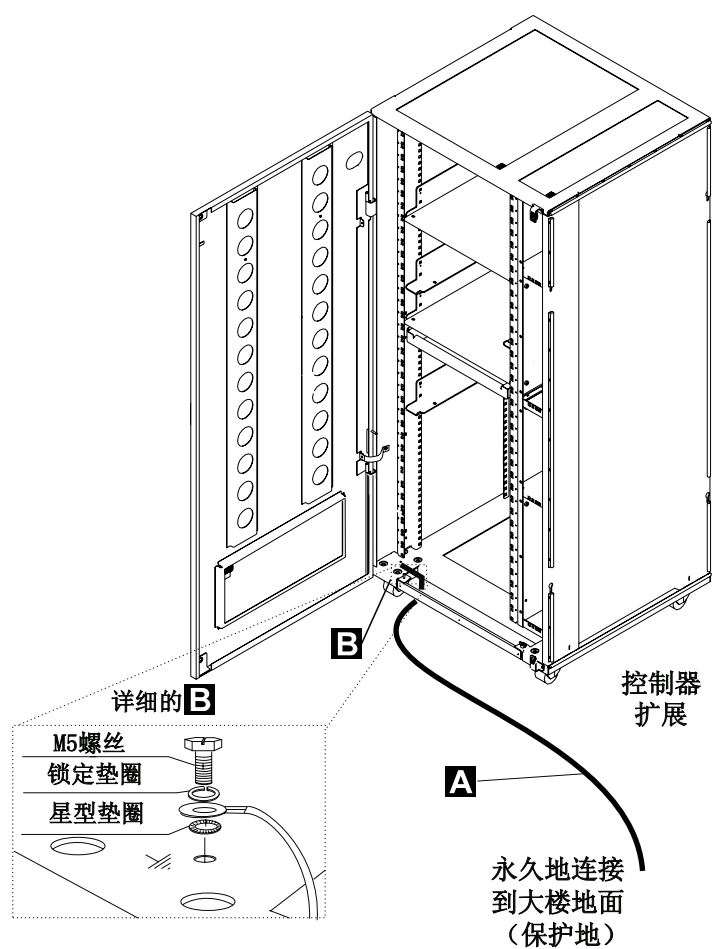
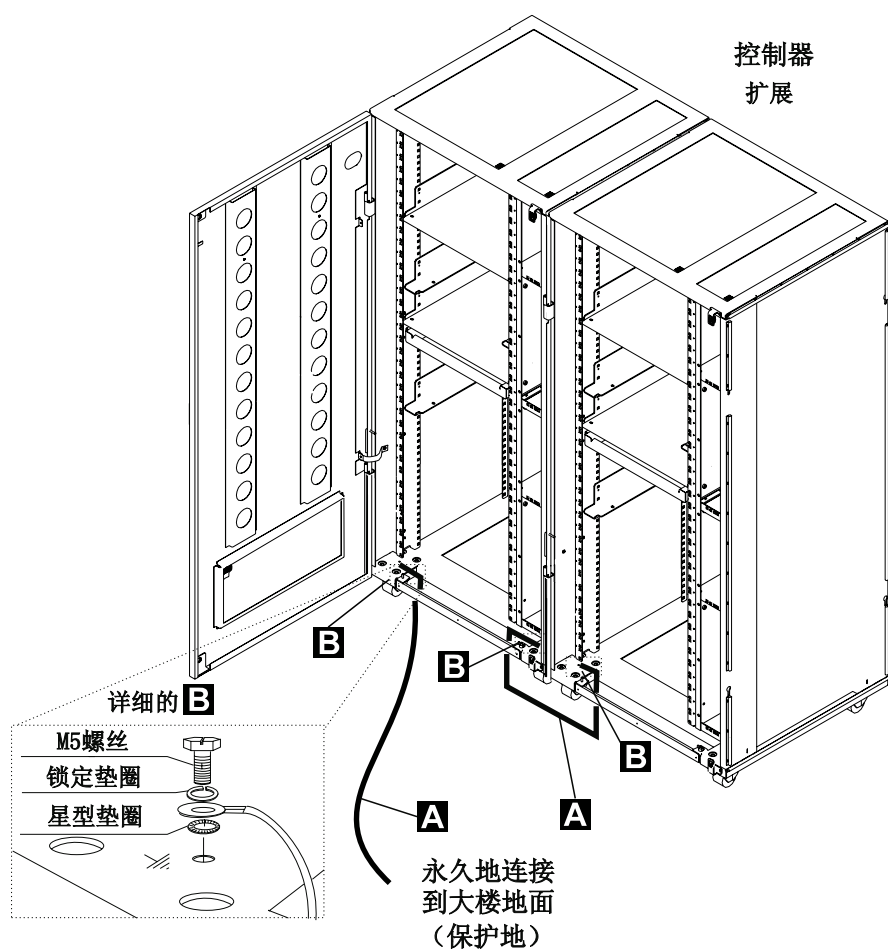
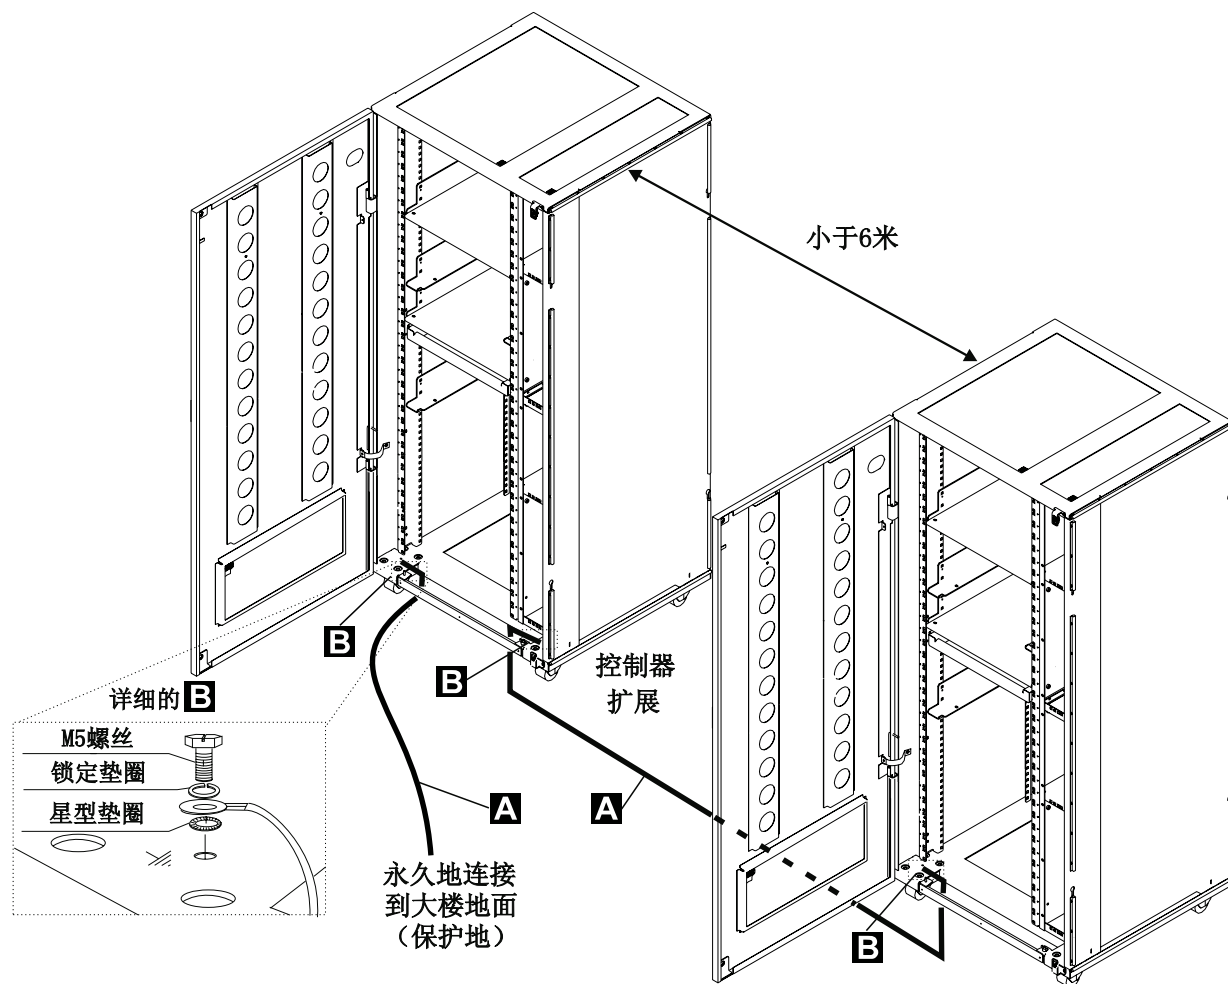
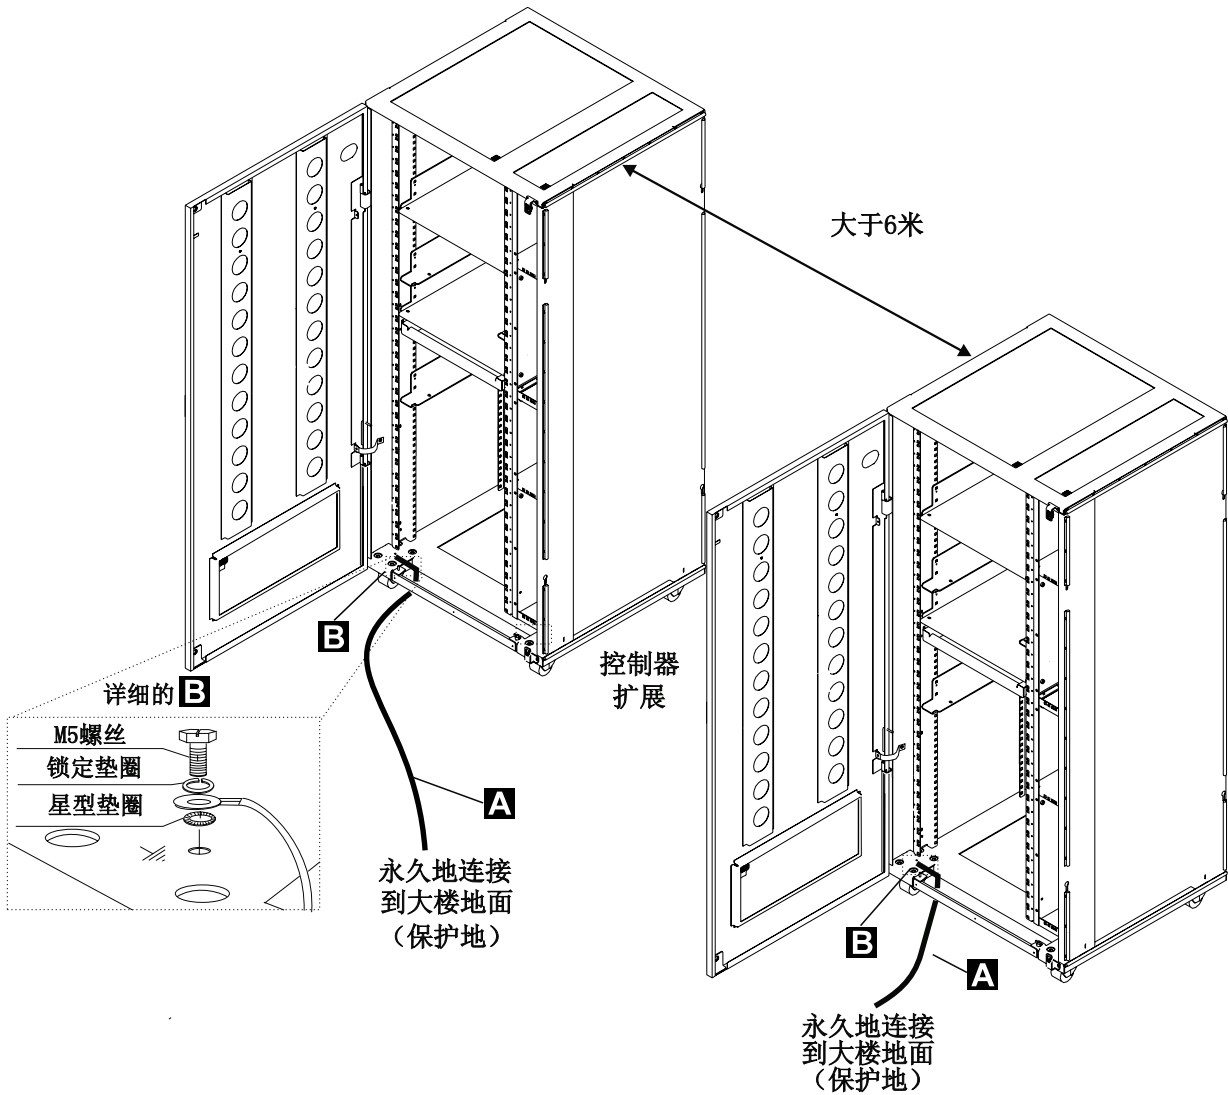

图 3. 在控制器扩展上的地线连接
图 4. 在附加控制器扩展间的地线连接
图 5. 小于6米的控制器扩展之间的地线连接
图 6. 大于6米的控制器扩展之间的地线连接
为了保持接地保护, 不要移动控制器扩展中的电源线和接地线 A (参照第5页的图3, 第6页的图4, 第7页的图5, 或第8页的图6)。
- 对控制器扩展, 附加的接地线 A 也被采用 (参照第5页的图3, 第6页的图4, 第7页的图5, 或第8页的图6)。
- 如果你只安装了一个控制器扩展的话，检查地线 A 是否被安装了（参照第5页的图3）。
- 如果你安装了一些控制器扩展的话，检查地线 A 是不是根据你的配置安装的（参照第6页的图4，第7页的图5，或第8页的图6）。